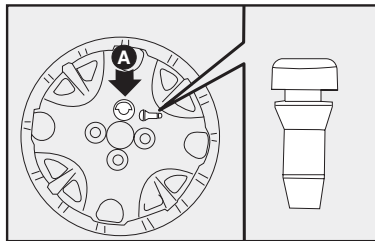

fig. 14
- Coloque a presión la taza de la rueda en la llanta, haciendo coincidir el símbolo , grabado en el interior de la taza, con la válvula de inflado; de esta forma, el orificio más grande de la taza **A-fig. 14** pasará a través del tornillo colocado anteriormente.